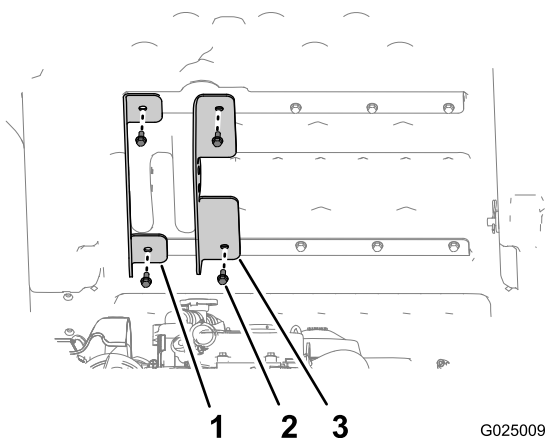

Figura 4
3. Alinee el soporte de elevación exterior izquierdo (con pestañas cortas) con los taladros exteriores de los refuerzos superior e inferior de la plataforma (Figura 4).
4. Sujete el soporte de elevación exterior a la plataforma con los 2 pernos que retiró en el paso 1, y apriete los pernos a mano (Figura 4).
5. Alinee el soporte de elevación interior (con pestañas largas) con los taladros interiores de los refuerzos superior e inferior de la plataforma (Figura 4).
6. Sujete el soporte de elevación interior a la plataforma con los 2 pernos que retiró en el paso 2, y apriete los pernos a mano (Figura 4).
9. Apriete los 4 pernos (5/16 x 3/4 pulgada) que sujetan los soportes de elevación interior y exterior a la plataforma (Figura 4) a 15–16,6 Nm.